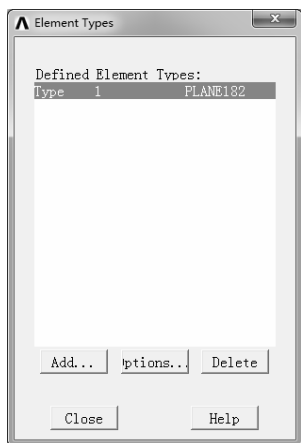
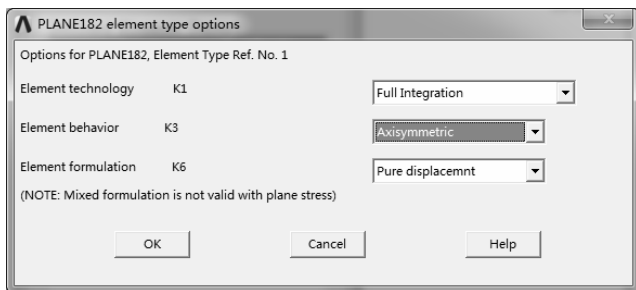

图 9-39 “Element Types”对话框
图 9-40 “PLANE182 element type options”对话框
3) 单击图9-39所示的“Element Types”对话框中“Options...”按钮,系统弹出“PLANE182 element type options”对话框,在“Element behavior”下拉列表中选择“Axisymmetric”选项,如图9-40所示。单击“OK”按钮返回。